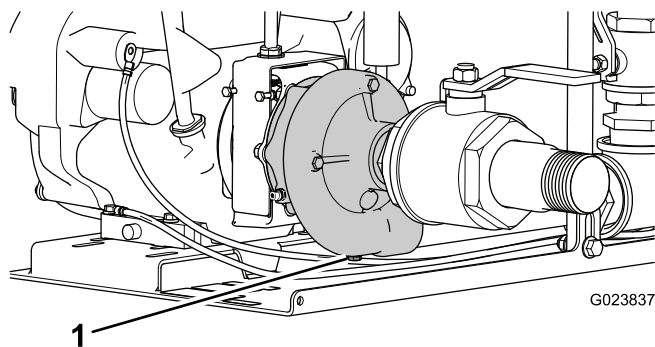

Figura 22
4. Vacíe el fluido restante de la bomba retirando el tapón de vaciado situado en la parte inferior de la bomba (Figura 22).